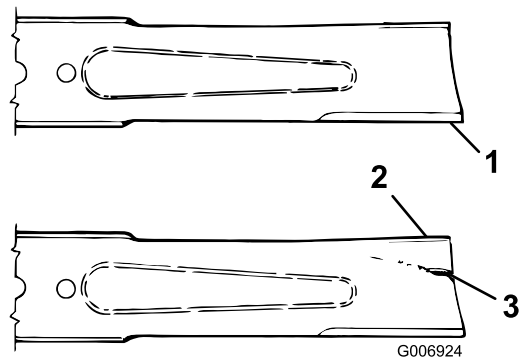

図 75
3. ブレードの切っ先を注意深く観察、特に、直線部と曲線部が交わる部分をよく観察する 図 75。磨耗が進んでいる場合 図 75 には、ブレードを交換する **ブレードの取り外し** (ページ 60) を参照。